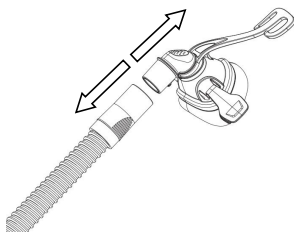

图 3-18
(2) 捏住呼吸管路的接口和通气面罩的弯管连接头，使其断开连接，如图 3-18 所示。